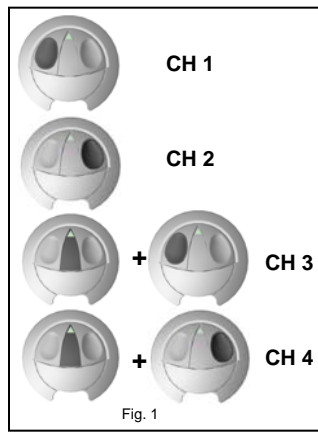

Fig. 1
1. Pour le canal 1, appuyer sur le bouton 1, pour le canal 2 appuyer sur le bouton 2 (fig. 1)
2. Pour les canaux 3 et 4, appuyer sur le bouton central (fig. 1); le voyant rouge s'allume. Appuyer dans les 3 secondes sur le bouton 1 pour l'envoi du 3e canal ou sur le bouton 2 pour l'envoi du 4e canal.
1. Für den Kanal 1 drücken Sie den Taster 1, für den Kanal 2 drücken Sie den Taster 2 (Abb. 1).
2. Für die Kanäle 3 und 4 drücken Sie den mittleren Taster (Abb. 1). Die rote LED leuchtet auf. Drücken Sie innerhalb von 3 Sekunden den Taster 1 zum Übermitteln des 3. Kanals oder den Taster 2 zur Übermittlung des 4. Kanals.
1. Para el canal 1, pulse el botón 1; para el canal 2 pulse el botón 2 (Fig. 1).
2. Para los canales 3 y 4 pulse el botón central (Fig. 1); el led rojo se enciende. Dentro de los 3 segundos siguientes pulse el botón 1 para el envío a través del 3º canal o el botón 2 para el envío a través del 4º canal.
1. Para o canal 1 carregar no botão 1, para o canal 2 carregar no botão 2 (Fig. 1).
2. Para os canais 3 e 4 carregar no botão central (Fig. 1); acende-se o LED vermelho. Carregar antes de 3 segundos no botão 1 para o envio ao 3º canal ou no botão 2 para o envio do 4º canal.